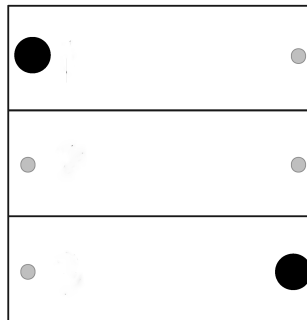

Imagen 6: Activar el modo de programación para teclas de canal
- Pulsar simultáneamente las teclas superior izquierda e inferior derecha durante más de 4 segundos (Imagen 6).
- Pulsar simultáneamente las teclas superior izquierda e inferior derecha durante más de 20 segundos (Imagen 6).